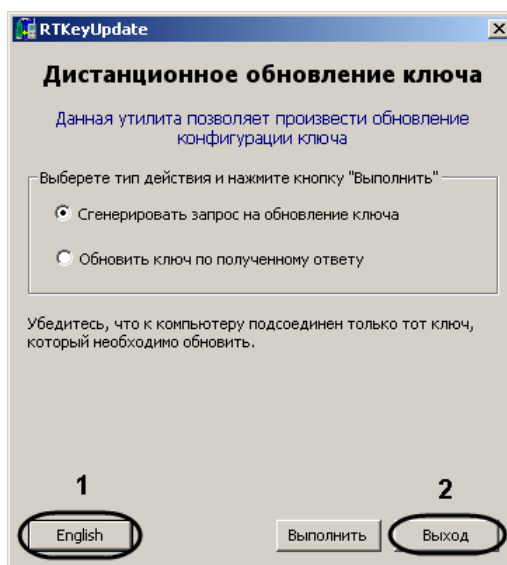

Рис. 13.2—2 Окно утилиты RTKeyUpdate.exe
*Примечание.* Для смены языка утилиты на английский необходимо нажать на кнопку «English» (Рис. 13.2—2, 1).